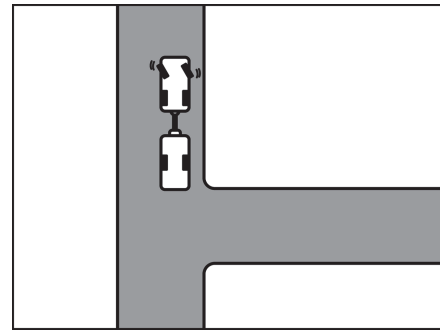

Fig. 9 Girar el volante hacia la izquierda
- Girar el volante hacia la izquierda con la caravana detenida (Fig. 9).